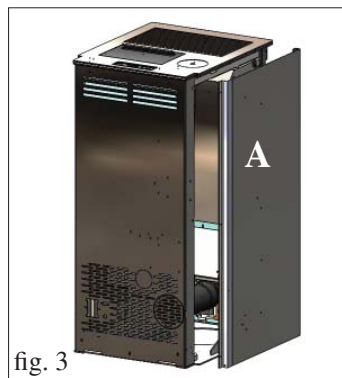

fig. 3
- Afmonter den venstre metalside (A - fig. 3) ved at fjerne de tre skruer bagtil (B - fig. 2).